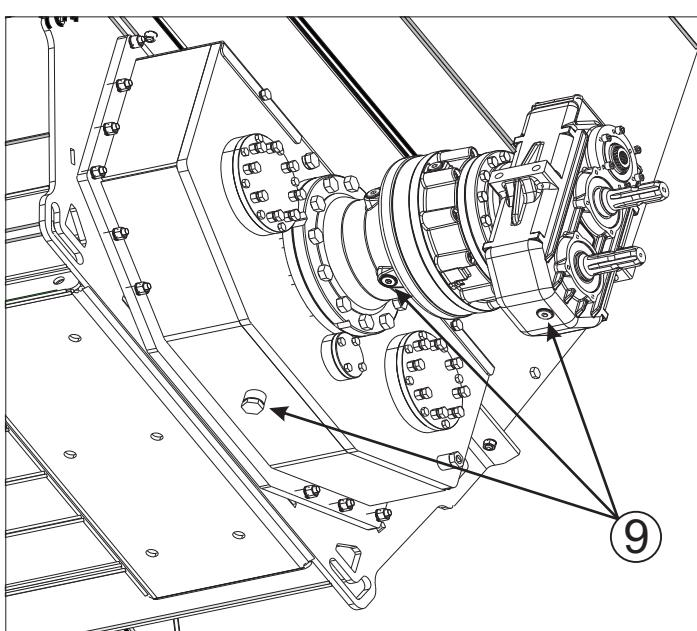

Fig. 20 - Drenagem
Para substituir o óleo da caixas, remova os bujões de drenagem (9) na parte inferior. (Fig. 20) Drene o óleo em um recipiente. A MENTA recomenda enfaticamente que você siga as regras ambientais para resíduos de óleo drenado.